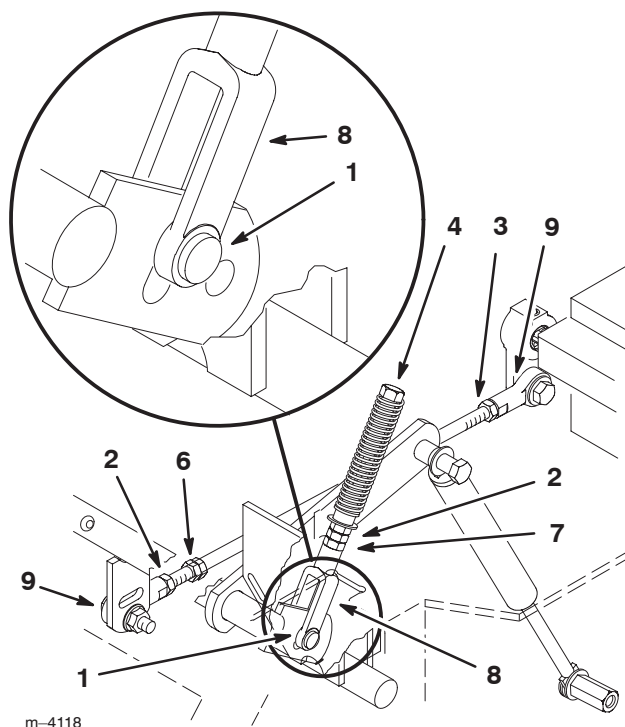

Figure 44
6. Tirez ensuite le levier en arrière jusqu'à ce que l'axe de chape (situé sur le bras au-dessous de l'axe de pivot) touche l'extrémité de la fente (c.-à-d. commence juste à appuyer sur le ressort) (Fig. 44).
8. Si un réglage s'impose, desserrez l'écrou et l'écrou de blocage vissés contre la chape (Fig. 44).
10. Serrez l'écrou et l'écrou de blocage (Fig. 44).
1. Desserrez les contre-écrous sur les rotules de la tige de commande de la pompe (Fig. 44).
3. Réglez la longueur de la tige de pompe en tournant les doubles écrous dans le sens voulu, jusqu'à ce que la roue soit immobilisée ou tourne légèrement en marche arrière (Fig. 44).
6. Serrez les écrous contre les rotules (Fig. 44).